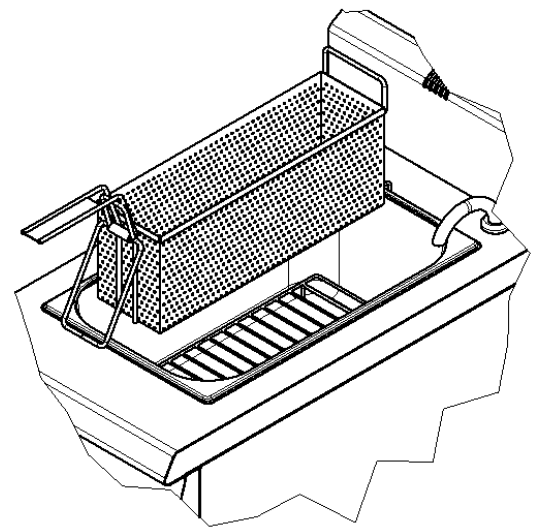

Рис.2
- 7.2.4.После окончания времени приготовления можно вынимать приготовленный продукт. Для стекания воды корзины с продуктом ставятся на столешницу на опору корзины.(см.рис. 2)